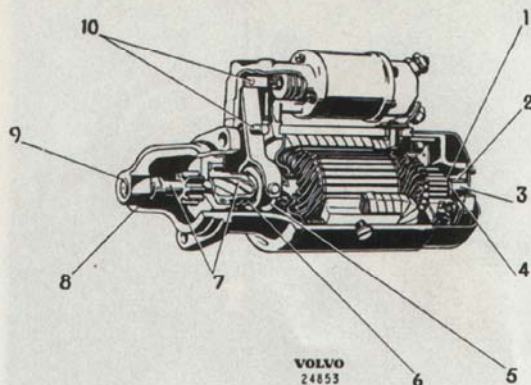

Bild 67. Smörjschema för startmotor
2. Montera startdrevet på rotoraxeln, sätt därefter på brickor och låsring enl. bild 44. Smörj rotoraxeln enl. anvisningarna på bild 67.
Vid hopsättningen smörjes startmotorn enligt anvisningarna på bild 67.